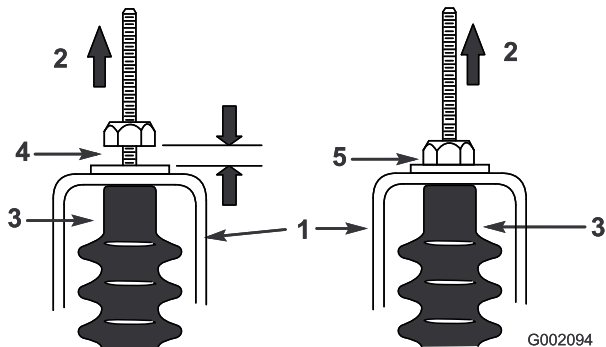

Bild 29
- Ziehen Sie an jedem Schaltzug, um sicherzustellen, dass der Abstand zwischen der Mutter/Scheibe und der Leerlaufhalterung zwischen 0,76-1,52 mm liegt (Bild 29).